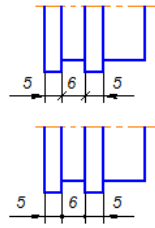

Рис.1.8
10. При недостатке места для стрелок на размерных линиях, расположенных цепочкой, стрелки заменяют засечками, наносимыми под углом 45 градусов к размерным линиям или точками, но снаружи проставляют стрелки (рис. 1.8)